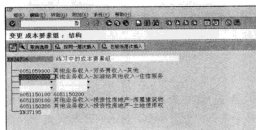

图 15-11 显示“分离”按钮
STEP 2 弹出有“分离”按钮的界面，如图 15-11 所示。